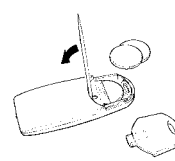

Fig. 16
- 2 Enfiler une petite pointe dans la fente comme dans la figure 16 et l'utiliser pour pousser les piles vers l'extérieur .